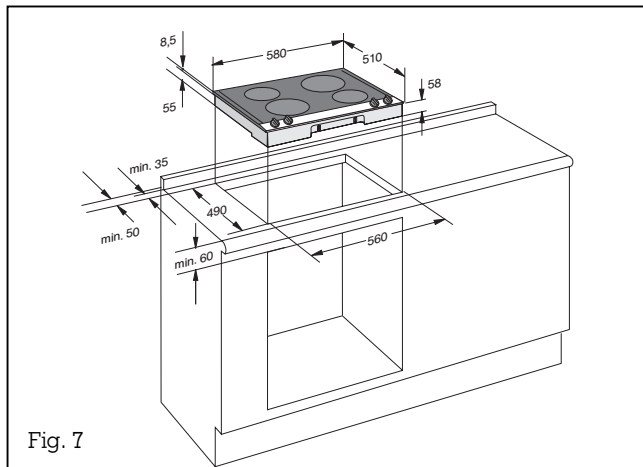

Fig. 7
- Cette table de cuisson est conforme à la **classe thermique Y** et doit être encastrée dans un élément de cuisine, selon le schéma (fig. 7).
**Important !** L'angle entre la surface de coupe et le plan de travail doit être de 90° (fig. 7).